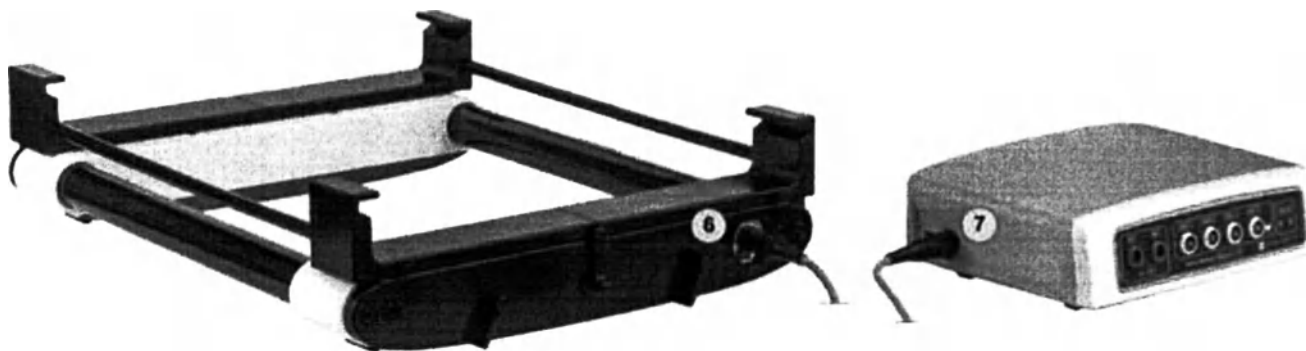

Рисунок 44. Скоба рамки EnSite Precision™, подключенная к EnSite Precision™ Link, Sensor Enabled™
6. Присоедините один конец кабеля к коннектору скобы рамки(Рисунок 44).